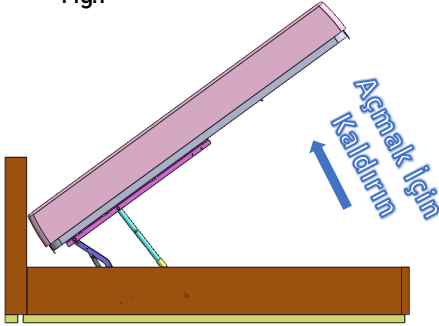

Fig.2 : Front Access Position
2. Kol tabanlarını ve kaldırıcı çubuğu brakete monte edin (Fig. 2&3).